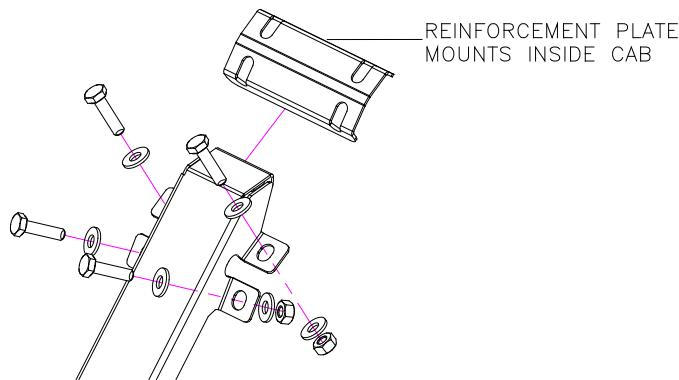

Fig. 3
9. Aplique una generosa cantidad de silicon a los agujeros para asegurar un buen sellado contra agua e instale los soportes marcados "DOB" (lado del piloto) y "POB" (lado del pasajero) en los lugares originales OEM con las "IBSYM" placas de refuerzo en el lado interno de la cabina usando los tornillos provistos de 1/4-20x1.25", arandelas y tuercas. (Fig. 3). No apriete los accesorios por completo ya que se necesita algún tipo de movimiento.